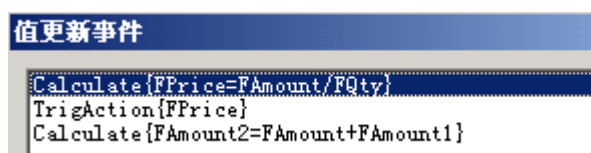

图 20
5) 因为“金额”字段值发生变化时，首先根据 $\text{单价} = \text{金额} / \text{数量}$ ，倒算出单价，而系统会根据 $\text{实收数量} * \text{单价} * \text{税率} = \text{税额}$ 重新计算税额，从而引起价税合计的变化，因此在“金额”字段的值更新事件中还需要设置“触发字段值更新事件”，被触发的字段就是“单价”字段。此外，价税合计是在金额、税额确定下来后才能计算的，因此金额字段的值更新事件应如图 20。
**温馨提醒：**如图 20 所示，系统会根据值更新事件的顺序来计算单据上各字段的值，因此，在设置值更新事件是要注意顺序。